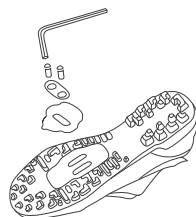

Figura 2. Instalación de los tornillos
3. Coloca la placa de ajuste de la cala, con la parte avellanada de los orificios hacia arriba, para poder introducir los tornillos, y róscalos sin apretarlos del todo (figura 2).